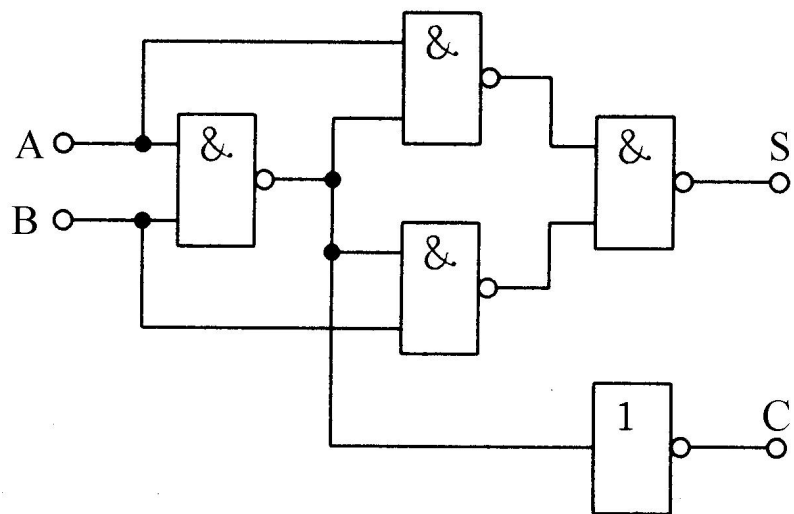

图4.18用与非门组成的半加器
(3) 半加器逻辑功能的测试：① 按如图4.18所示连接半加器电路，检查无误后接通电源；② 按表17-12分别测试输入不同组合的逻辑信号时的输出信号，将结果填入表17-12中，验证半加器的逻辑功能。